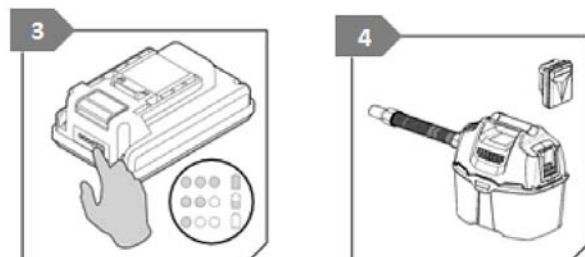

Abb. 10: Akku einsetzen
Schritt 7: Setzen Sie den Akku (dryCAT 15 B) in die dafür vorgesehene Akkuhalterung Pos.4 (Abb.10). Durch Drücken des Knopfes Pos.3 (Abb.10) können sie die Akkukapazität überprüfen.